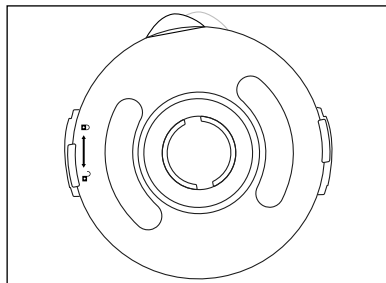

Fig. 1
- 1) Tournez le bol mixeur ③ dans le sens anti-horaire jusqu'à ce que la poignée du bol mixeur se trouve sur la position . Détachez le bol mixeur ③ du bloc moteur ⑥ en le soulevant tout droit.
- 2) Retirez le couvercle ② en le tournant dans le sens anti-horaire en direction de la position  (voir fig. 1), jusqu'à pouvoir le retirer par le haut.